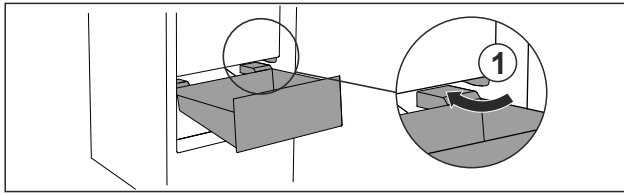

Fig. 26
- ▶ Far passare il cassetto intorno ai fermi Fig. 26 (1) inclinandolo.